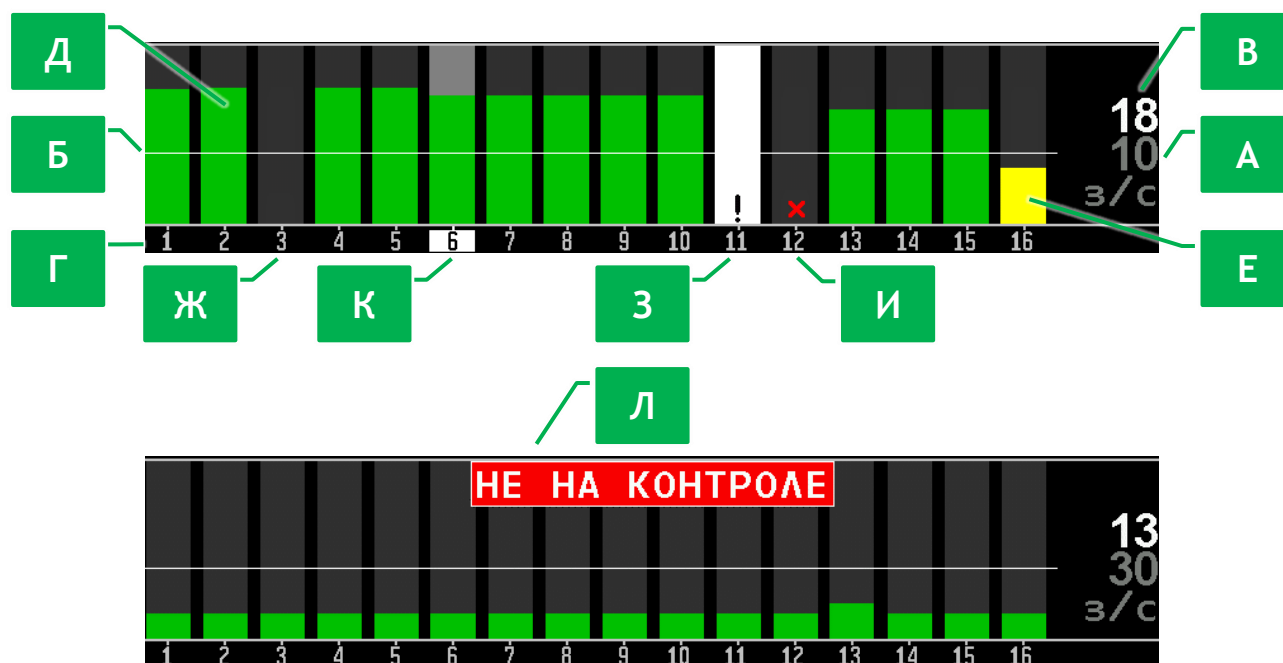

Рисунок 12 Диаграмма контроля высева в режиме контроля «Поток»
Для режима контроля «Поток» диаграмма состоит из следующих элементов (см. Рисунок 12):
- Зеленым цветом (см. Рисунок 12, п.[Д]), если поток семян больше заданного уровня (нормальное состояние).
- Желтым цветом (см. Рисунок 12, п.[Е]), если поток семян меньше заданного уровня (аварийное состояние).
1. Норма интенсивности высева задается оператором с точностью $\pm 13/\text{м}$ (см. Рисунок 12, п.[А]).
2. Над и под уровнем заданной нормы высева (см. Рисунок 12, п.[Б]) могут отображаться границы допустимого отклонения интенсивности высева.
- [8]** Путь, пройденный сеялкой в процессе высева без контроля аварий. Регистрируется, если норма высева задана неверно или преднамеренно завышена оператором для того, чтобы система не сигнализировала об авариях (см. Рисунок 12 п.[Л] стр.22).